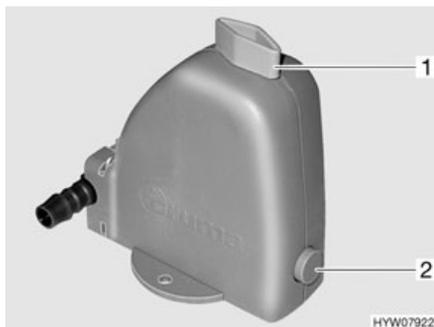

Fig. 196 Válvula de seguridad/purga de la caldera
La caldera está equipada con una válvula de seguridad/purga (Fig. 196). La válvula de seguridad/purga evita que el agua de la caldera se congele cuando no esté conectada la calefacción en caso de helada.
- Cerrar la válvula de seguridad/purga. Para ello, girar el botón giratorio (Fig. 196,1) a la posición transversal en referencia a la válvula de seguridad/purga y hundir el pulsador (Fig. 196,2).
- Abrir la válvula de seguridad/purga. Para ello, girar el botón giratorio (Fig. 196,1) a la posición longitudinal en referencia a la válvula de seguridad/purga. El botón de presión (Fig. 196,2) salta hacia fuera. La caldera se vacía hacia fuera a través de la válvula de seguridad/purga.